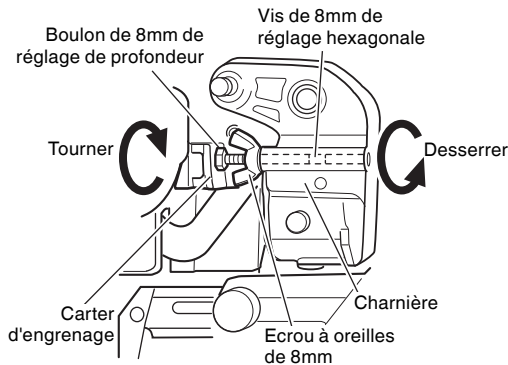

Fig. 11
Pour régler la position limite inférieure de la lame de scie, procéder aux opérations (1) à (4) ci-dessous. (Fig. 11) Par ailleurs, lorsque l'on change la position du boulon de 8mm de réglage de profondeur qui sert de butée pour la position limite inférieure de la lame de scie, il devient nécessaire de décaler la position de la vis de 8mm de réglage hexagonale qui se trouve dans le perçage de 8mm du boulon de réglage de profondeur qui sert de butée.
Pour régler la position limite inférieure de la lame de scie, procéder aux opérations (1) à (3) de la figure 11-a.
- (1) Desserrer l'écrou à oreilles de 8mm de manière que le boulon de 8mm de réglage de profondeur puisse être tourné à la main.
- (2) Abaisser la tête du moteur et tourner le boulon de 8mm de réglage de profondeur à la main et régler de manière qu'il y ait un jeu de 3/32" à 1/8" (2 à 3mm) entre la position limite inférieure de la tête du moteur et le dessus de la pièce pour la position limite inférieure de la lame de scie (position où la tête du boulon de 8mm de réglage de profondeur vient en contact avec le carter d'engrenage.)
- (3) Après réglage, tourner l'écrou à oreilles de 8mm jusqu'à ce qu'il vienne en contact avec la charnière (se reporter à la Fig. 11) puis serrer à fond.